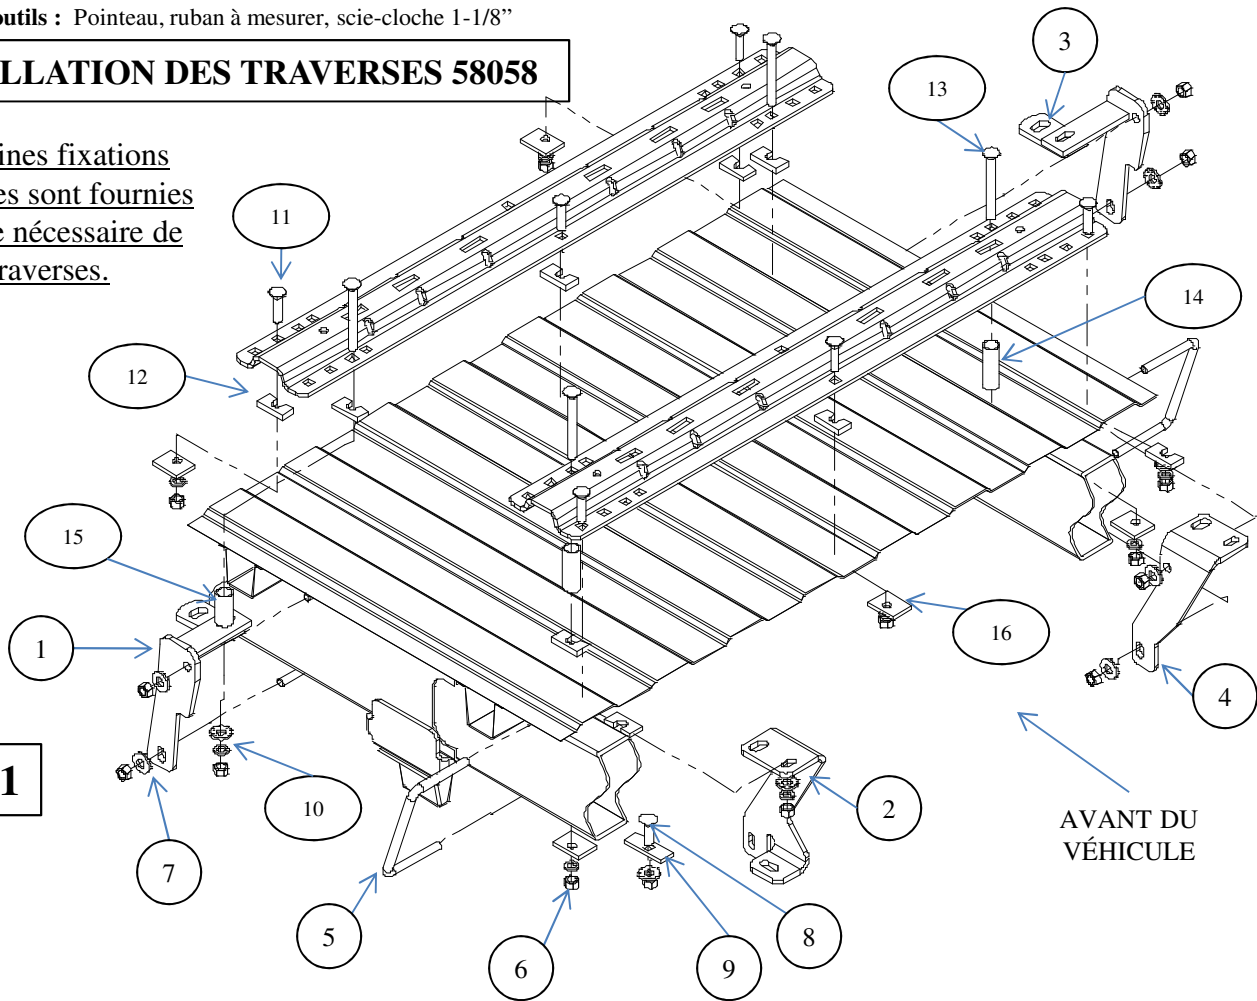

FIG. 1
Les numéros d'article proviennent des figures 1 et 2 de la page précédente.
5. Placer temporairement les supports de cadre arrière sur l'intérieur du cadre comme illustré aux Figs 1 et 2 et vérifier que les trous percés de 1/8 po s'alignent sur les fentes du support de cadre. Enlever le support de cadre du véhicule si les trous s'alignent. Sinon, ajuster les trous 1/8 po de façon qu'ils s'alignent correctement.
- a) Placer les supports arrière sur l'intérieur du cadre, comme illustré aux Figures 1 et 2.
8. Placer les deux entretoises 2,75 "long tube (14) dans les trous avant et repositionner le rail de montage sur les trous.
9. Poser les boulons de carrosserie 1/2 x 2 po avec les espaceurs en forme de U dans les trous arrière des supports arrière. Placer les espaceurs en forme de U entre le support et la plateforme, comme illustré à la Figure 1, afin d'éviter l'affaissement de la plateforme lors du serrage des boulons. Il se peut que les espaceurs en U doivent être posés sous la plateforme et au-dessus du support de cadre si l'on perce dans les sections hautes des ondulations de la plateforme.
11. Poser le boulon de carrosserie 1/2 x 2 po dans le trou central de la traverse arrière, comme illustré à la Figure 1. Placer un espaceur en U entre la traverse et la plateforme, et poser le boulon dans le bas à l'aide d'une plaque 1-1/2 x 2, d'une rondelle frein 1/2 po et d'un écrou hexagonal.
- a) Placer les supports avant sur l'extérieur du cadre, comme illustré aux Figures 1 et 2. Une partie des supports de cadre se trouveront sous le support de plateforme.
16. Poser les boulons de carrosserie 1/2 x 2 po et les espaceurs en U dans la rangée avant de la traverse, comme illustré à la Figure 1. Placer les espaceurs en U entre la traverse et la plateforme. Pour poser les boulons de carrosserie dans les supports de cadre avant, utiliser des rondelles coniques 1/2 po, des rondelles freins 1/2 po et des écrous hexagonaux. Poser les boulons 1/2 x 4-1/2 po dans les 2 trous arrière. Utiliser un boulon 2 po pour le trou central. Insérer des espaceurs tubulaires 2-1/16 po entre le bas de la plateforme et le support de cadre. Poser les espaceurs en U entre la traverse et la plateforme. Poser des rondelles striées, des rondelles frein et des écrous 1/2 po sur les boulons.